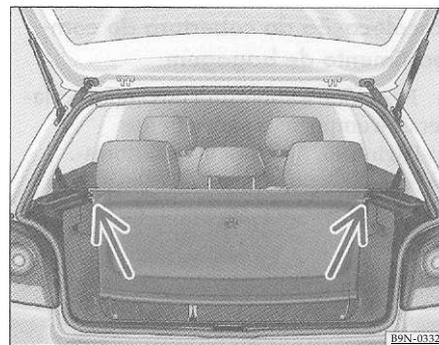

Fig. 79 Cobertura do compartimento de bagagem
- Encaixe a cobertura do compartimento de bagagem nos suportes laterais, empurre-a para a frente => fig. 79 e solte a cobertura. A cobertura ficará suspensa nos suportes laterais.